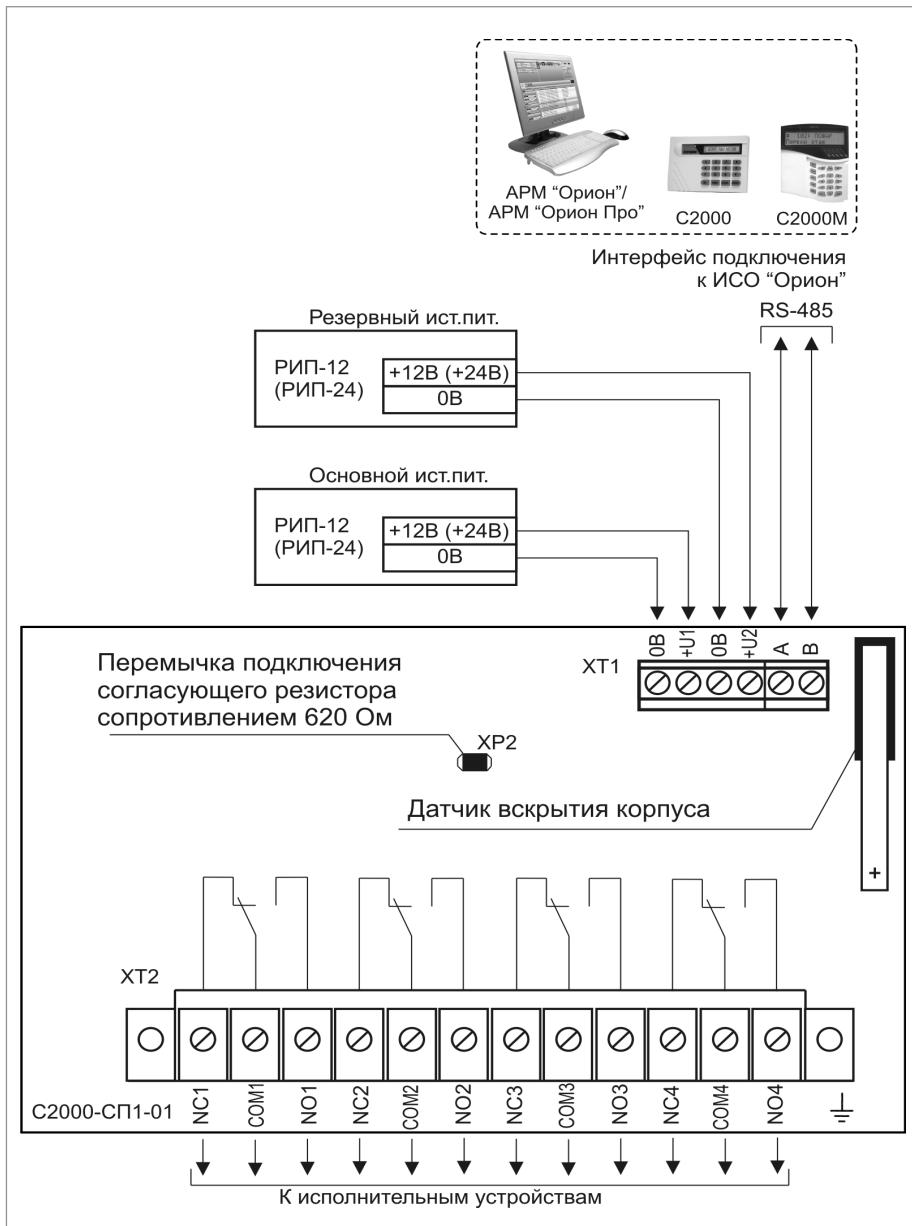

Рисунок 4. Схема внешних соединений блока «С2000-СП1 исп.01»
- Схема подключения блока «С2000-СП1» приведена на рис.3, схема подключения блока «С2000-СП1 исп.01» приведена на рис. 4.